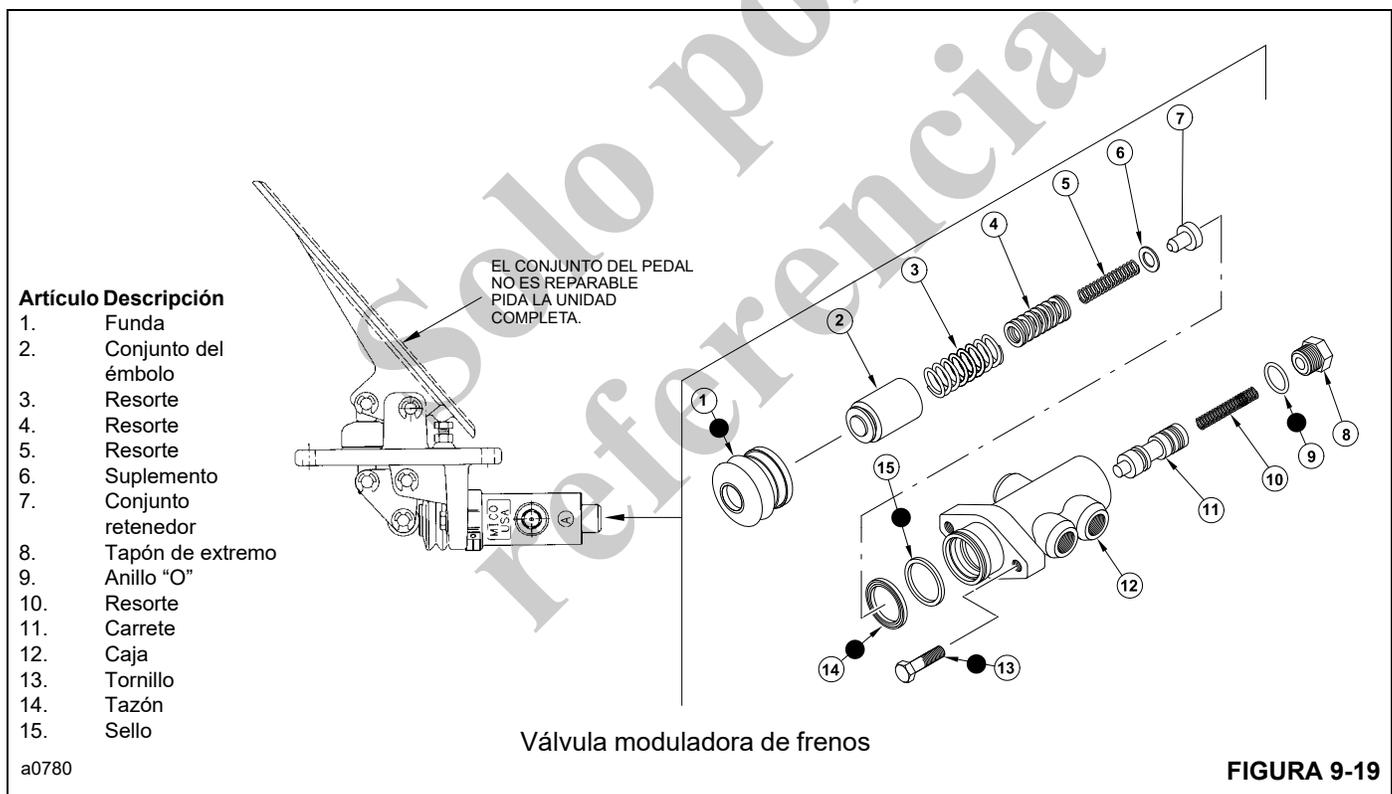

FIGURA 9-19
Hay disponible un conjunto de sellos para reparación de la válvula. Consiste en los artículos indicados en la Figura 9-19.
- Lubrique el carrete (**11**, Figura 9-19) con aceite hidráulico limpio y cuidadosamente deslícelo en el extremo del tapón de la caja **12**.